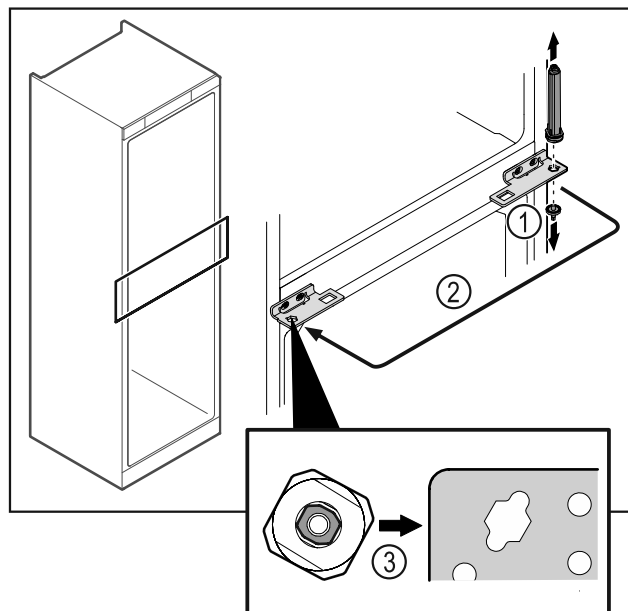

Fig. 44
- ▶ Scharnierbout Fig. 44 (1) losschroeven.
- ▶ Deursluitsysteem Fig. 44 (2) verplaatsen.
- ▶ Bij het gebruik de juiste uitlijning van het deursluitsysteem Fig. 44 (3) in acht nemen.